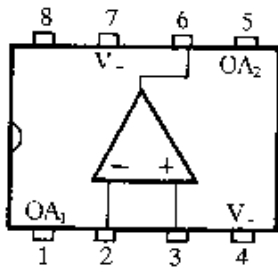

图 2-347
(1) 单运放集成电路
单运放集成电路引脚排列如图 2-347 所示,③脚为同相输入端,②脚为反相输入端,⑥脚为输出端,①和⑤脚为外接调零端,⑦、④脚分别为正、负电源端。较常用的单运放有:TL081、LF351、LM318 等。
① TL081 是高阻型单运放,其输入级采用了结型场效应管,输入阻抗高达 $10^{12}\Omega$,电源电压为 $\pm 3V \sim \pm 15V$,最大允许功耗 680mW,单位增益带宽 3MHz,转换速率 $13V/\mu s$ 。
② LF351 是宽带单运放,其输入级也采用了结型场效应管,输入阻抗 $10^{12}\Omega$,电源电压 $\pm 3V \sim \pm 15V$,最大允许功耗 500mW,单位增益带宽 4MHz,转换速率 $13V/\mu s$ 。
③ LM318 是高速单运放,输入阻抗 $3M\Omega$,电源电压 $\pm 3V \sim \pm 18V$,最大允许功耗 500mW,单位增益带宽 15MHz,转换速率 $70V/\mu s$ 。
(2) 双运放集成电路